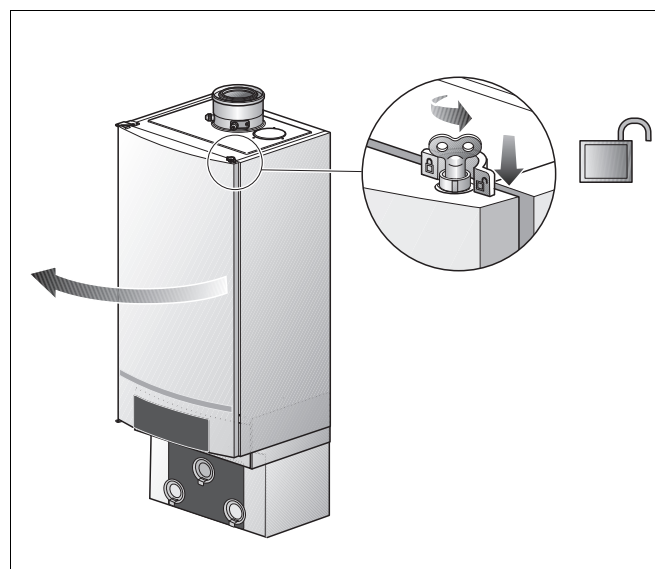

Fig. 24 Openen deur
- Open het slot van de deur, door deze met een ontluchtingsleuteltje een kwart omwenteling linksom te draaien (→ fig. 24, **loep**).
- Druk het slot naar beneden (→ fig. 24) en open de deur.